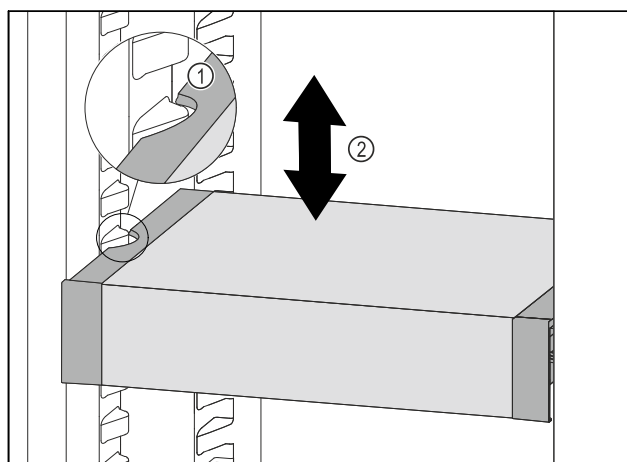

Fig. 129
- Tirare VarioSafe in avanti fino a quando le cavità laterali di VarioSafe non si trovano al livello della nervatura del contenitore nel vano frigorifero. Fig. 129 (1)
- Spostare VarioSafe verso l'alto o verso il basso nel vano frigorifero fino a raggiungere l'altezza desiderata. Fig. 129 (2)